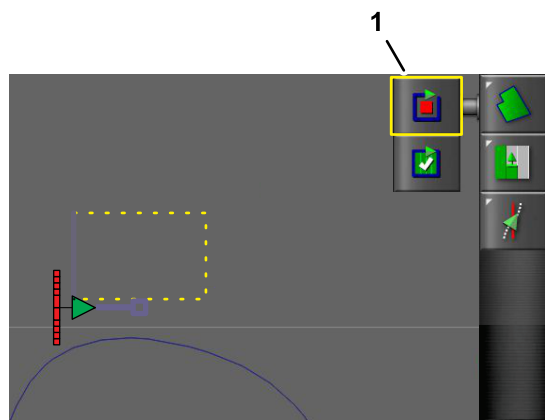

Figura 48
vértice do limite do campo, e pare a máquina (Figura 48).
4. Pressione o ícone DEMARCAR LIMITE DO CAMPO e, em seguida, o ícone PAUSAR DEMARCAÇÃO DO LIMITE DO CAMPO (Figura 48).